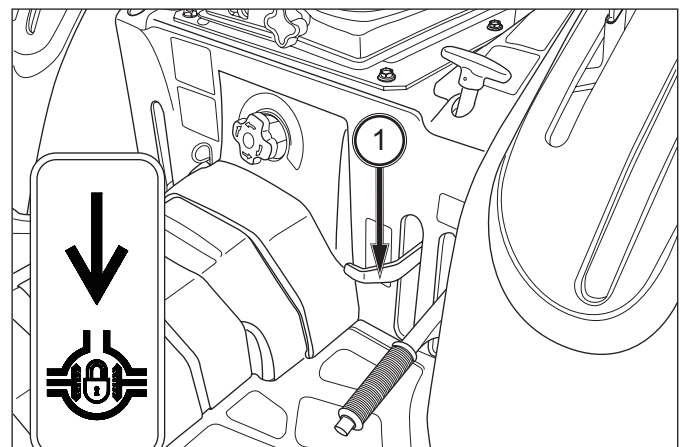

ABB. 75
ABB. 75 und 76: Das Fahrpedal für Vorwärtsfahrt (2) betätigen und die gewünschte Geschwindigkeit halten. Dann den Tempopilothebel (3) nach vorne bewegen und in der gewählten Stellung belassen.